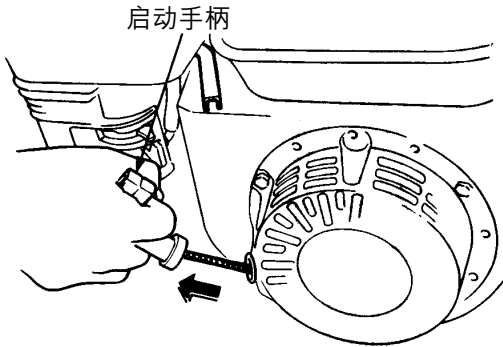

图23. 启动手柄
5. 握住启动手柄（图23）并慢慢将其拉出。在某一位置阻力变得最大，此处即为压缩点。迅速轻快地拉动启动手柄进行启动。